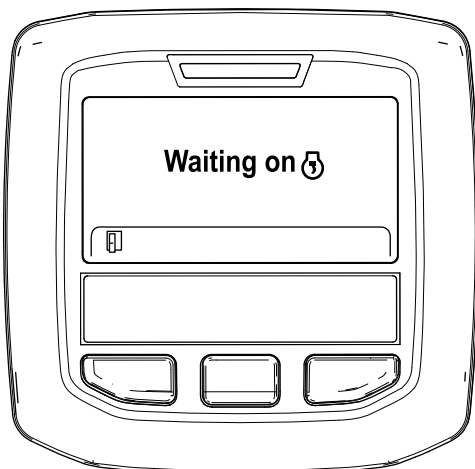

Рисунок 51
- В. Появится сообщение «Waiting on » («Ожидание») (Рисунок 51).